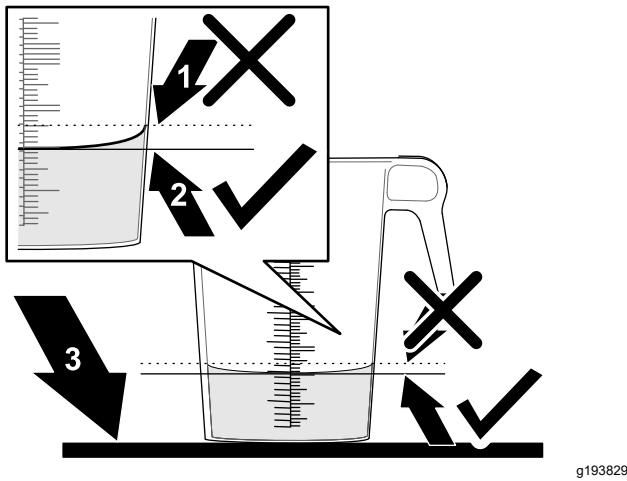

図 38
- 目盛付き容器を水平な場所において回収された水量を調べる 図 38